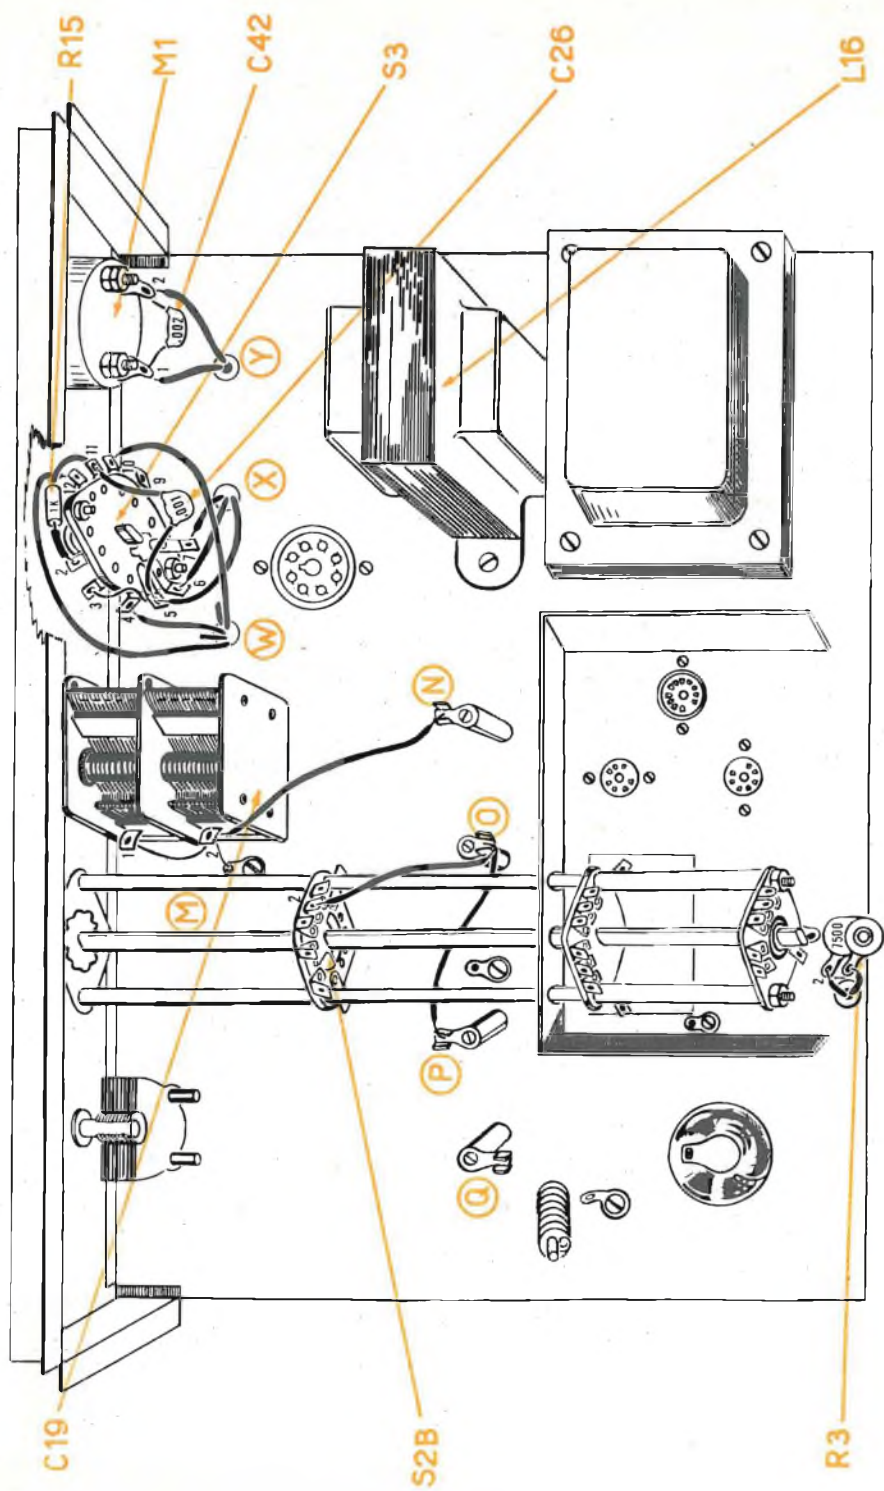

Fig. 3 - Precablaggio dello chassis.
- 7 - Sui 4 fori restanti fissare le quattro colonnine ceramiche da 2,5 cm. mediante viti da 8/32 inserite da sotto il telaio. Con 2 delle stesse bloccare, come da figura, altrettanti ferma cavimetallici. Non stringere eccessivamente le colonnine a scampo di frattura della ceramica. Sulle colonnine bloccare i capi-filo porta-bobine con viti da 8/32, come appare da fig. 2. La prima colonnina a sinistra porta due capi filo, l'uno in avanti, l'altro indietro, come a fig. 3.
Precablaggio dello schassis (fig. 3)